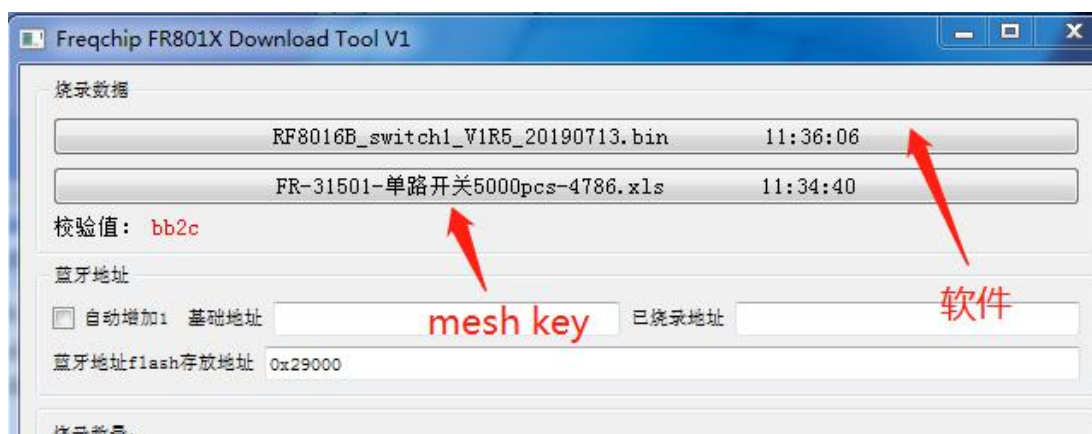

图 2-4 软件加载
2.1.3.3、选择烧录文件。如果烧录 MESH 软件，需要选择 KEY 文件，加载到 PC 端烧录工具里面，如图 2-4 所示